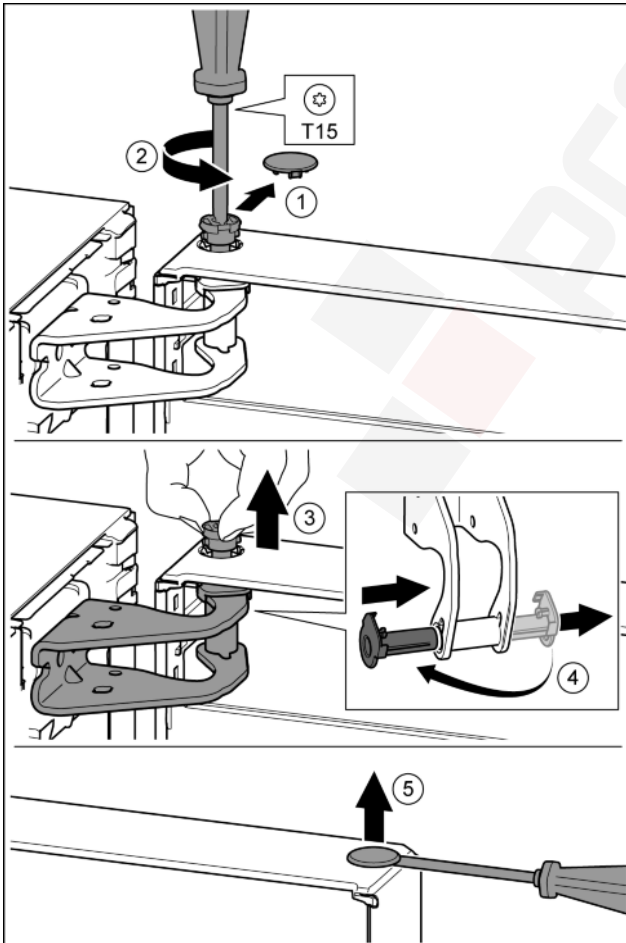

Fig. 11
- Óvatosan húzza le a biztonsági fedelet. Fig. 11 (1)
- A csapot a T15 csavarhúzóval kicsit tekerje ki. Fig. 11 (2)
- Tartsa meg az ajtót, és a csapszeget az ujjával húzza ki. Fig. 11 (3)
- Húzza ki a csapágyperselyt a vezetősínből. A másik oldalra helyezze és pattintsa be. Fig. 11 (4)
- A dugót egy hornyoltfejű csavarhúzóval óvatosan emelje ki az ajtó csapágyperselyből, és húzza ki. Fig. 11 (5)